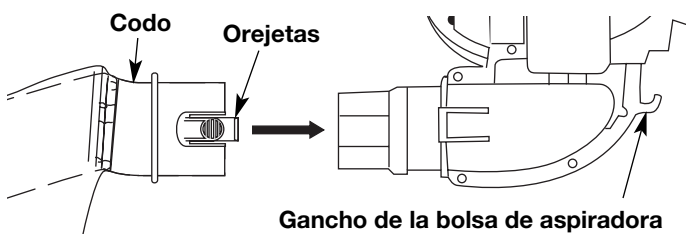

Fig. 6
- Instale el tubo de la bolsa del aspirador sobre la salida del soplador y empuje hasta que las orejetas de la base se enganchan en su lugar (Fig. 6).
- Saque la bolsa del aspirador presionando ambas orejetas en el codo de la bolsa del aspirador al mismo tiempo y tirando hacia afuera del soplador (Fig. 6).